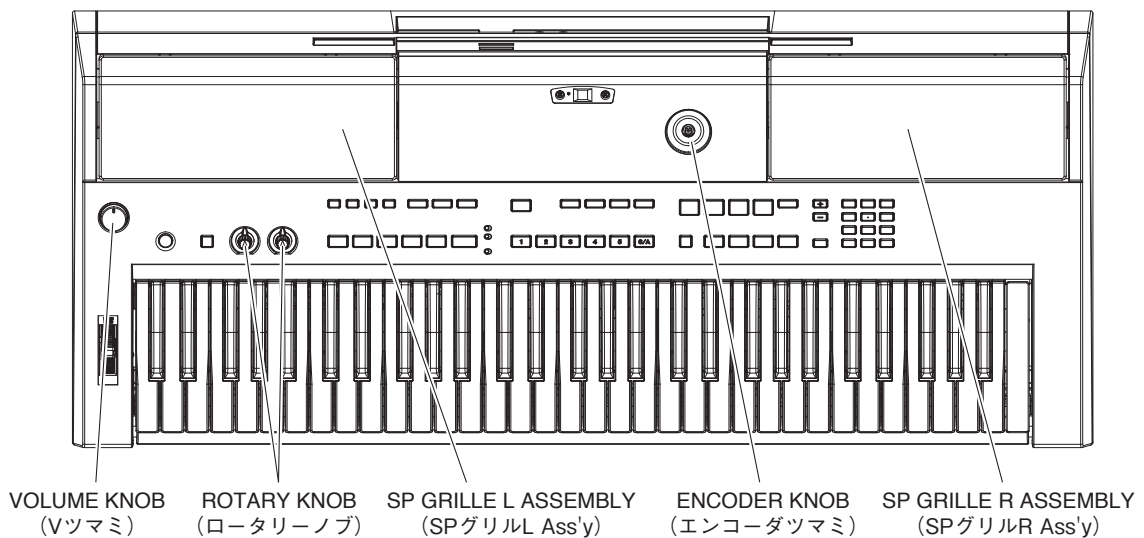
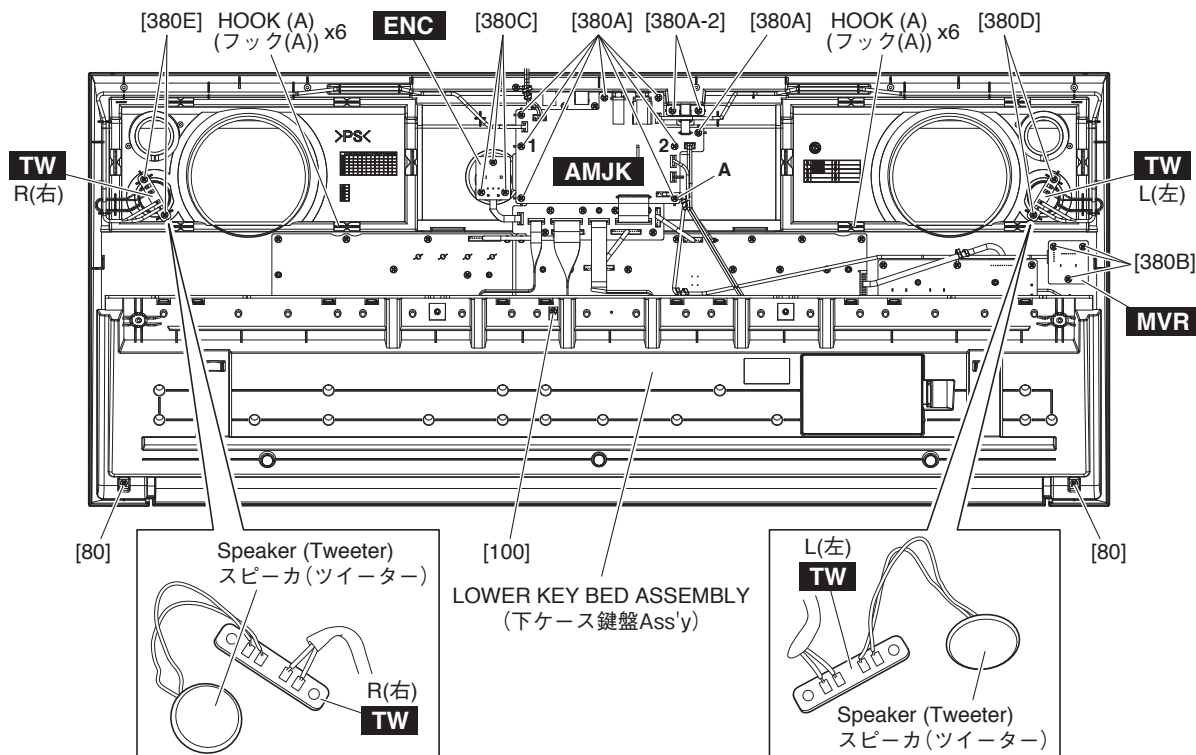
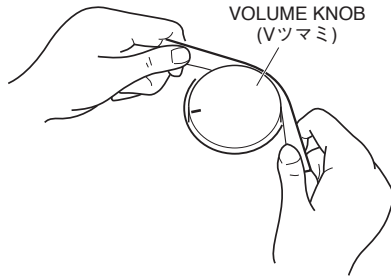
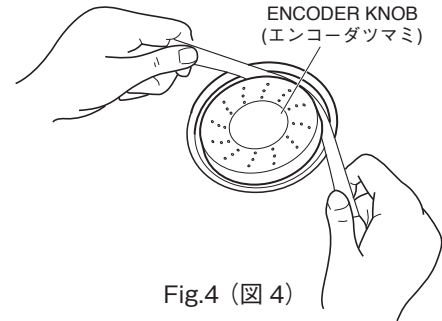

Fig.1 (図 1)
Fig.2 (図 2)
Fig.3 (図 3)
Fig.4 (図 4)
(Time required: About 2 minutes)</p> <p>1-1 Remove the six (6) screws marked [80], two (2) screws marked [90] and two (2) screws marked [100].</p> <p>The lower case assembly can then be removed. (Fig.1)*</p> <p>* When installing the lower case assembly, first tighten the screw marked [90] and then the remaining screws. (Fig. 1)</p> | <p>1. 下ケース Ass'y (所要時間：約 2分)</p> <p>1-1 [80] のネジ 6 本、[90] のネジ 2 本と [100] のネジ 2 本を外して、下ケース Ass'y を外します。(図 1)</p> <p>※ 下ケース Ass'y を取り付けるときは、最初に [90] のネジを締めてから他のネジを締めてください。(図 1)</p> |
- 2-2 Remove the eight (8) screws marked [380A] and two (2) screws marked [380A-2] that installed DC circuit board. The AMJK circuit board can then be removed. (Fig.2)
- * *As for the screw marked [380A] at the location of "A", it is tightened together with a wire clip. (Fig.2)*
- * *When installing the AMJK circuit board, tighten the screws 1, 2 in that order and then the remaining screws. (Fig. 2)*
- 2-2 [380A] のネジ 8 本および [380A-2] の DC-IN シート 取付ネジ 2 本を外して、AMJK シートを外します。(図 2)
- ※ “A” の位置の [380A] のネジ 1 本は、束線止めと共締めされています。(図 2)
- ※ AMJK シートを取り付けるときは、1、2 の順でネジを締めてから他のネジを締めてください。(図 2)
- 3-1 Pull out the volume knob from the control panel as shown in Fig.3. (Fig.1, Fig.3)
- 3-3 Remove the three (3) screws marked [380B]. The MVR circuit board can then be removed. (Fig.2)
- 4-1 Pull out the encoder knob from the control panel as shown in Fig.4. (Fig.1, Fig.4)
- 4-3 Remove the three (3) screws marked [380C]. The ENC circuit board can then be removed. (Fig.2)
- 3-1 コントロールパネルから、V ツマミを図 3 のようにして抜いておきます。(図 1、図 3)
- 3-3 [380B] のネジ 3 本を外して、MVR シートを外します。(図 2)
- 4-1 コントロールパネルから、エンコーダつまみを図 4 のようにして抜いておきます。(図 1、図 4)
- 4-3 [380C] のネジ 3 本を外して、ENC シートを外します。(図 2)
- 5-2 **TW Circuit Board (L) and Speaker L (Tweeter)**
Remove the connector assembly TW and speaker cable soldered to the TW circuit board (L) and remove the two (2) screws marked [380D]. The TW circuit board (L) and speaker L (tweeter) can then be removed. (Fig.2)
- 5-3 **TW Circuit Board (R) and Speaker R (Tweeter)**
Remove the connector assembly TW and speaker cable soldered to the TW circuit board (R) and remove the two (2) screws marked [380E]. The TW circuit board (R) and speaker R (tweeter) can then be removed. (Fig.2)
- 6-2 Set the six (6) hooks [A] parallel to the groove in the upper case assembly and remove the SP grille L assembly. (Fig.1, Fig.2)
- 7-2 Remove the two (2) screws marked [80] and the screw marked [100]. The lower key bed assembly can then be removed. (Fig.2)
TW シート (左) に半田付けされている TW 束線とスピーカ束線を外し、[380D] のネジ 2 本を外して TW シート (左) とスピーカ (ツイーター) 左を外します。(図 2)
TW シート (右) に半田付けされている TW 束線とスピーカ束線を外し、[380E] のネジ 2 本を外して TW シート (右) とスピーカ (ツイーター) 右を外します。(図 2)
- 6-2 6箇所 のフック (A) を上ケース Ass'y の溝と平行にして、SP グリル L を外します。(図 1、図 2)
- 7-2 [80] のネジ 2 本と、[100] のネジ 1 本を外して、下ケース鍵盤 Ass'y を外します。(図 2)